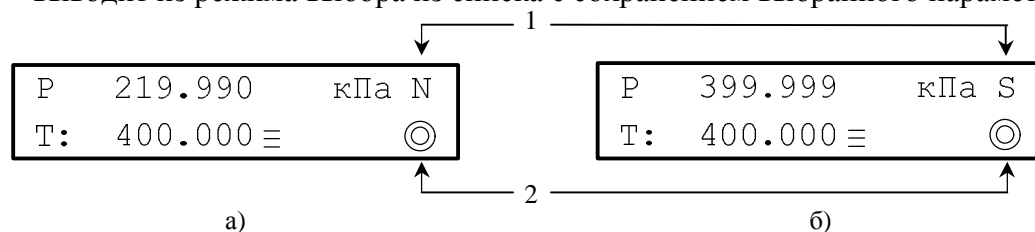

Рисунок 2.4.2
Кнопкой **ПУСК** включается регулятор и активируется процесс установки давления на выходе КД, соответствующего заданной уставке. Экран в режиме работающего регулятора представлен на рис. 2.4.2. Символ «N» (unstable) отображается в процессе набора давления, символ «S» (stable) (1) — когда целевое давление достигнуто и удерживается регулятором в пределах интервала готовности (см. п. 2.24). Во всех случаях, когда регулятор включен, на экране отображается анимированный символ (2) (рис. 2.4.2).